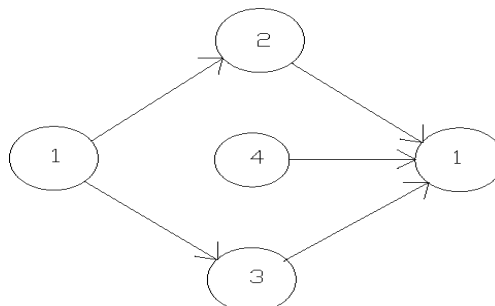

Рис. 2
- 2) в сети не должно быть событий, в которые не входит ни одной работы, если эти события не являются для данной сети исходными (рис.2, событие 3);